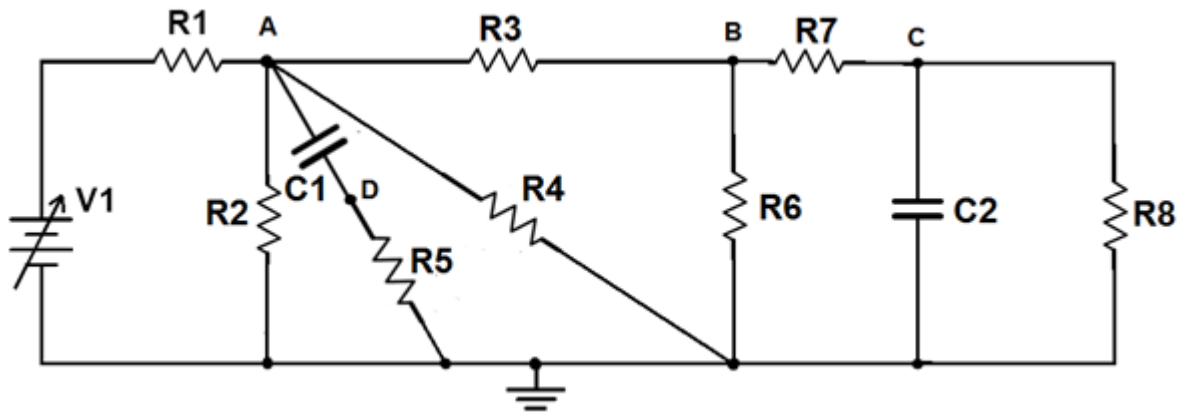

Figura 4.13
- Os mesmos da Tarefa 5.1 (2).
- **Objetivo:** De acordo com os valores de tensão da fonte apresentados na Tabela 4-4, montar o circuito apresentado na Figura 4.13 e medir as tensões em A, B, C e D em relação ao comum. Também deve-se medir as correntes de acordo com a Tabela 4-5. No final o aluno deve comprovar analiticamente os valores medidos.
- 1º. Siga os passos de 1 à 10 da tarefa prática 5.1 (1).
- 2º. Meça as tensões indicadas na Figura 4.13 e preencha a Tabela 4-4.